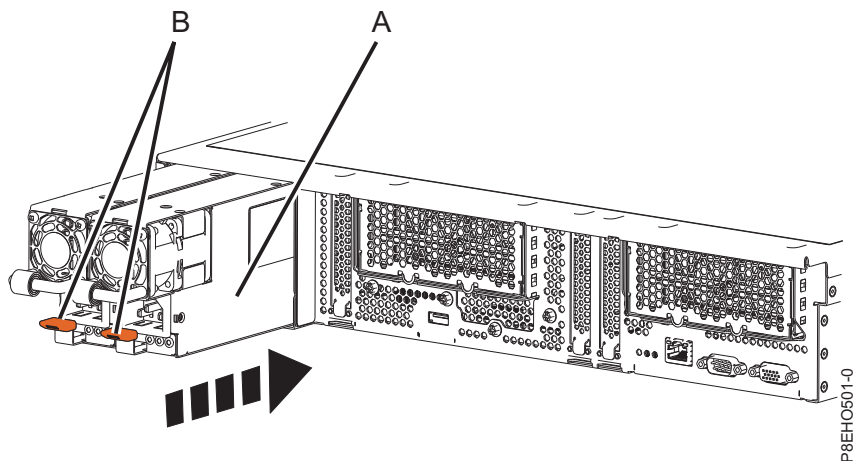

Figura 77. Substituindo a fonte de alimentação no sistema
2. Alinhe a fonte de alimentação (A) com o compartimento e arraste a fonte de alimentação no sistema, até que a trava terracota (B) trave no lugar. Consulte Figura 77.